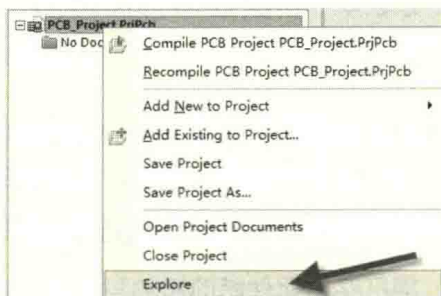

图 2-6 工程文件的路径查找定位
(2) 有时候在打开的工程文件中，需要查找工程在电脑中存放的位置，可以在工程文件上单击鼠标右键，执行右键下拉菜单中的“Explore”命令，如图 2-6 所示，直接打开存放路径。这种方法可以加快定位，方便管理文件。